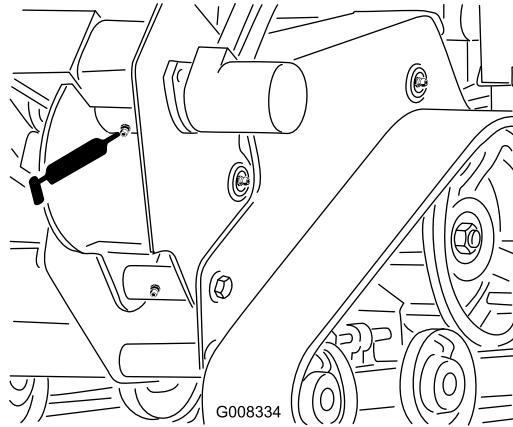

Bild 31
2. Reinigen Sie die Schmiernippel des Grabenzieherge- häuses mit einem Lappen und setzen Sie eine Fettresse auf (Bild 31).